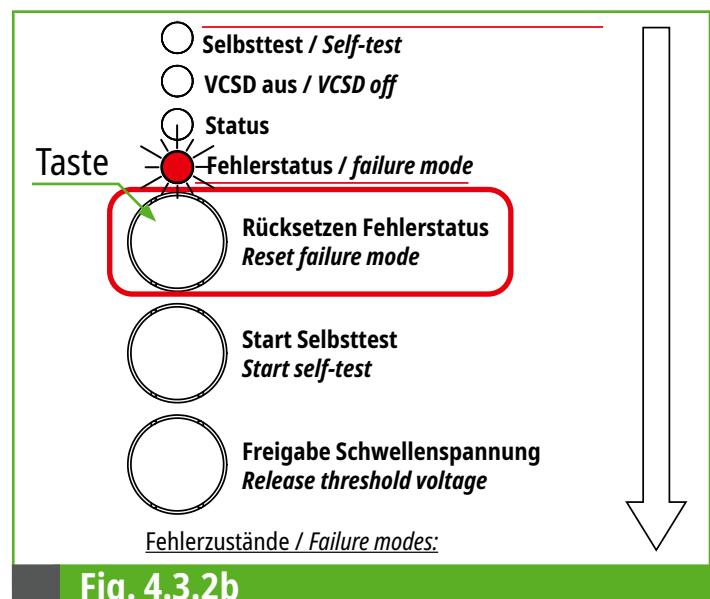

Fig. 4.3.2b
- ☞ Nach einer Fehleranalyse (siehe Tabelle 1, Seite 23). und ggf. Beseitigung des Fehlers kann der **Fehlerstatus** durch Drücken der Taste „**Rücksetzen Fehlerstatus**“ wieder beendet werden (siehe Fig. 4.3.2b).